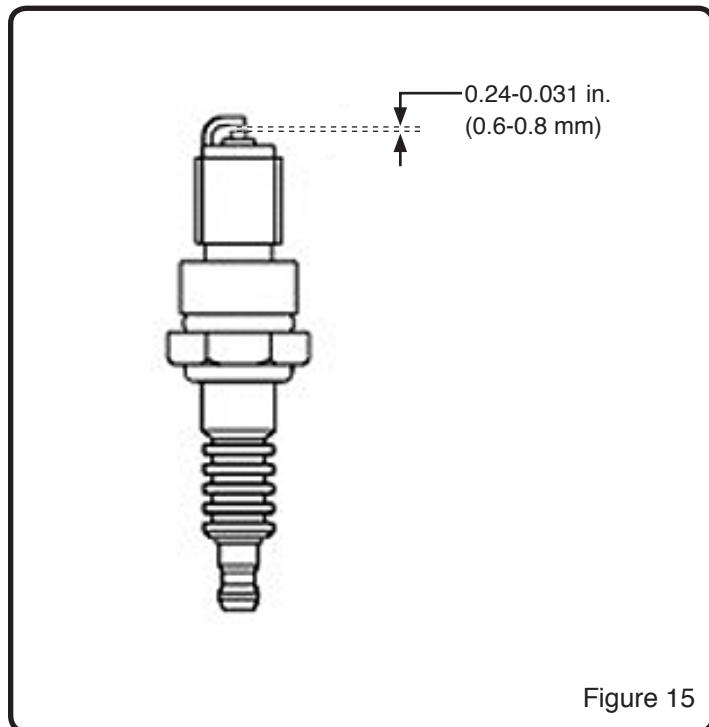

Figure 15
6. Vérifiez que l'écartement de la bougie d'allumage mesure 0.24-0.031 in. (0.6-0.8 mm). (Figure 15)